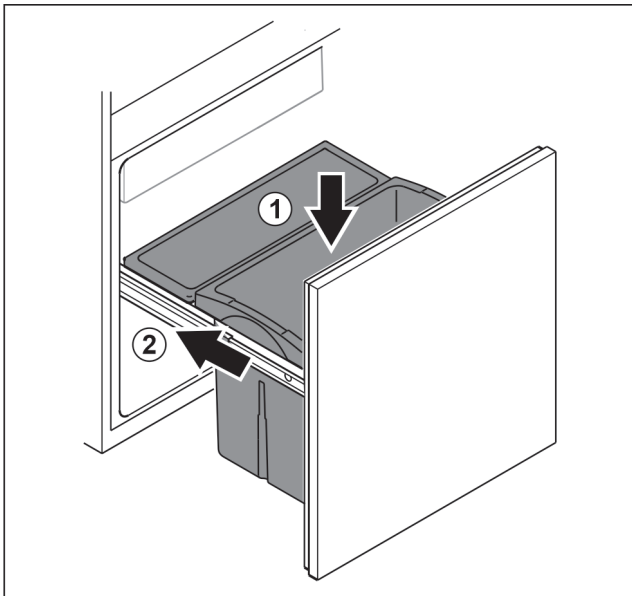

Fig. 45
- ▶ Lade vanaf de bovenkant plaatsen. Fig. 45 (1)
- ▶ Lade erin schuiven. Fig. 45 (2)